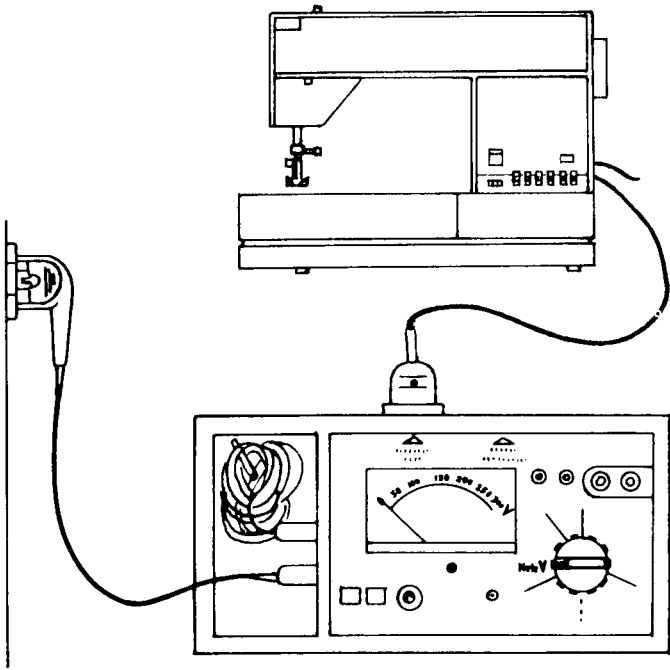

Fig. 60
- Stecker der Nähmaschine in die linke Steckdose des Metratesters stecken (Abb. 60).
- oder bei  $110\text{ V} = 110\text{ V} \pm 10\%$  (siehe Abb. 60).
- Insert the plug of the sewing machine in the left socket of the Metraster (Fig. 60).
- Engager la fiche de la machine à coudre dans la prise gauche du Metratester (fig. 60).